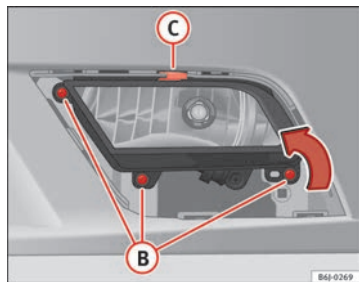

Abb. 167 Nebelscheinwerfer
- Entfernen Sie die Schrauben (3x) ⇒ Abb. 167 (B), um den Nebelscheinwerfer herauszunehmen.
- Ziehen Sie die Metallklammer an der Oberseite des Nebelscheinwerfers zur Außenseite des Fahrzeuges ab ⇒ Abb. 167 (C).